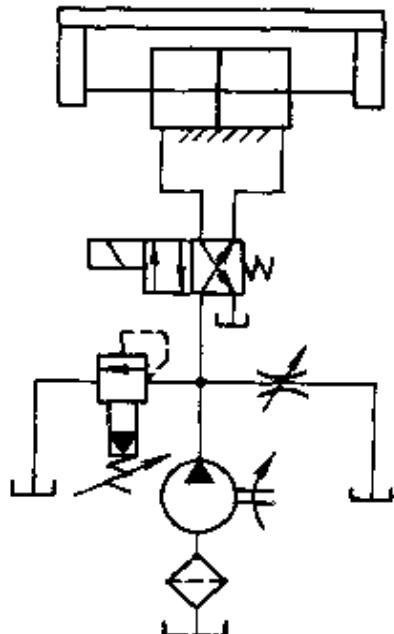

图 7-17 旁路节流调速回路
答：(1) 旁路节流调速回路 是将节流阀并联在液压泵和液压缸的分支油路上，如图 7-17 所示。液压泵输出的流量一部分经节流阀流回油箱，一部分进入液压缸，在